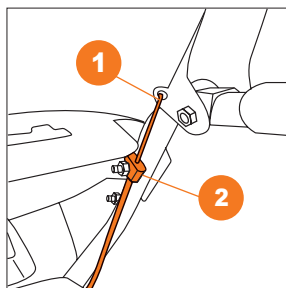

Рис. 11
- Зацепите правый трос привода на шнеки **1** к правой ручке на панели оператора (Рис. 11).
- Закрепите фиксатор рубашки троса **2** к верхнему болту крепления панели оператора (Рис. 11).